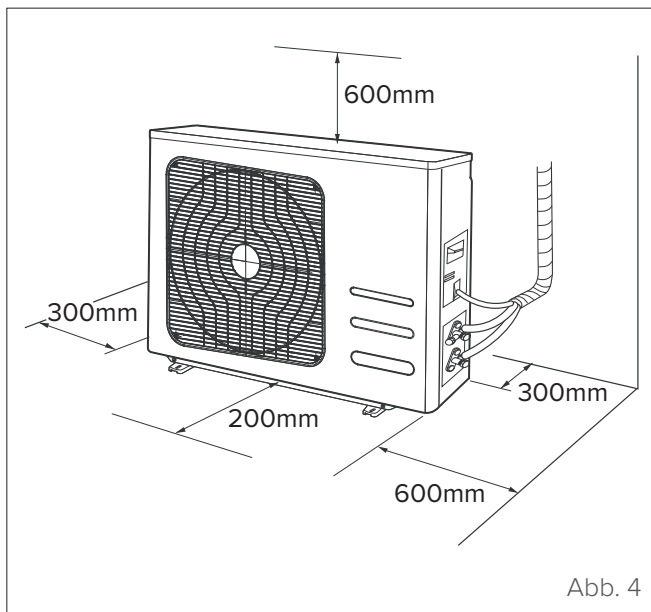

Abb. 4
- der für die Installation verfügbare Platz muss den angegebenen Anforderungen entsprechen (siehe „Abb. 4“)